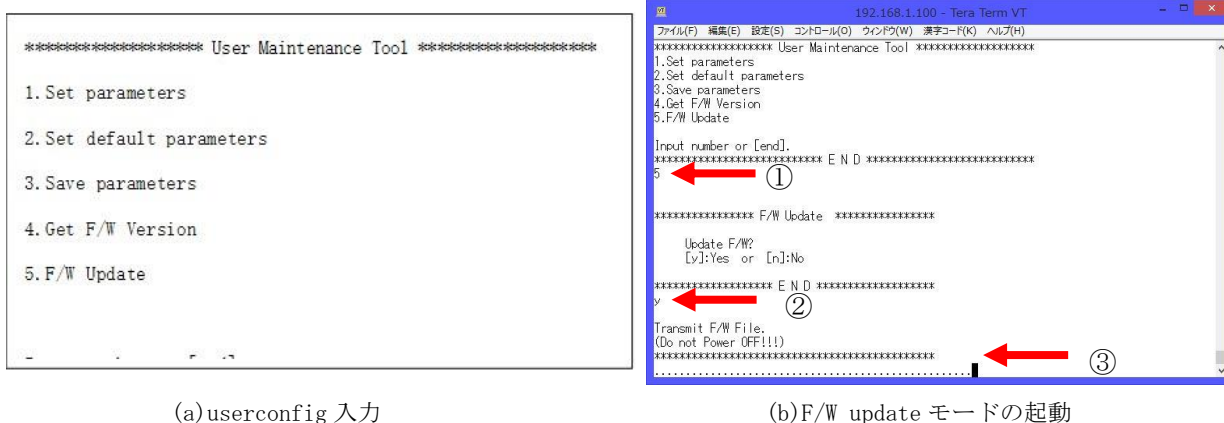

図 5.26 ファームウェアデータ転送準備
2. 設定変更モードの起動 (図 5.26 (a))
3. F/W update モードの起動 (図 5.26 (b))
- ①ターミナルソフトウェアに『5』と入力し、『Enter』キーを押してください。
- ②確認メッセージが表示されるので、『y』と入力し『Enter』キーを押してください。
- ③ファームウェアの転送待ちの状態となります。
1. ファームウェアデータの転送開始 (図 5.26)
- ①ターミナルソフトウェアのメニューバーから『File』→『Send file...』を選択します。
- ②ターミナルソフトウェアの Send file ダイアログが新たに表示されます。
- ③Option の『Binary』にチェックを付けます。